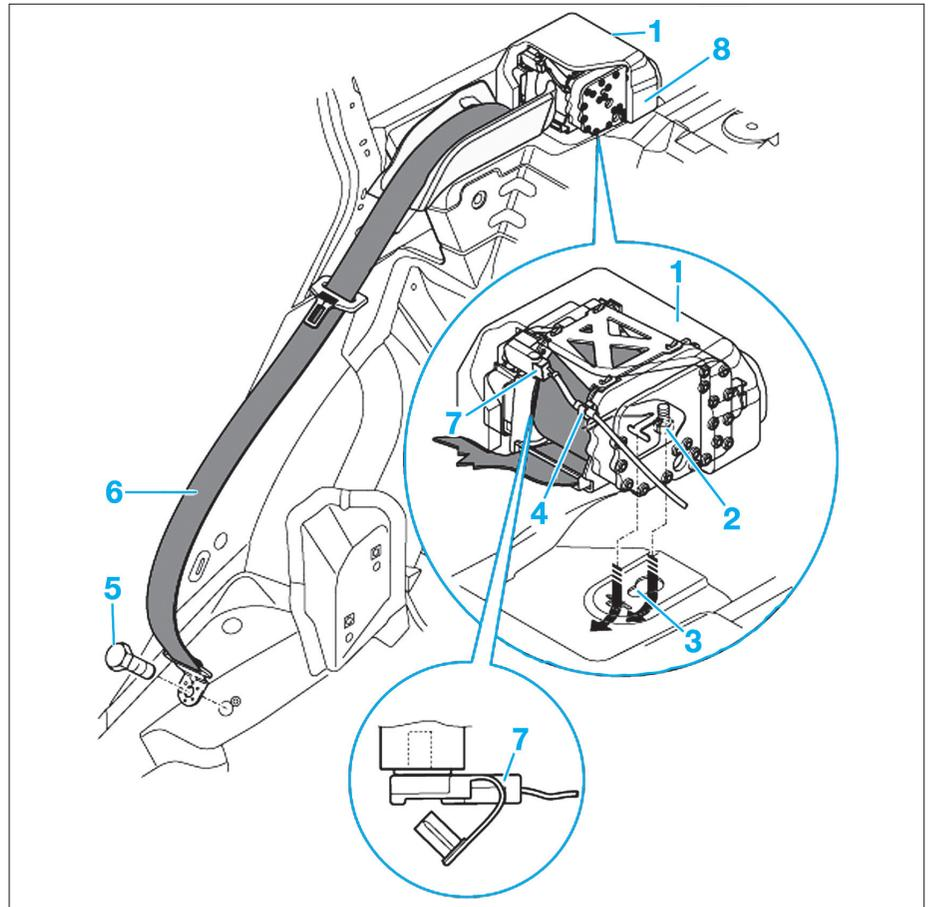

Fig. 13
- Desserrer la vis (2) située au niveau du module de ceinture (1) et l'extraire du coffre à bagages en procédant par le bas (Fig.13).
- Desserrer la vis (5) au niveau du point d'ancrage extérieur du siège (œillet à l'extrémité de la ceinture de sécurité).
- Débrancher le connecteur (7), en ouvrant le clip de verrouillage à l'aide d'un petit tournevis.